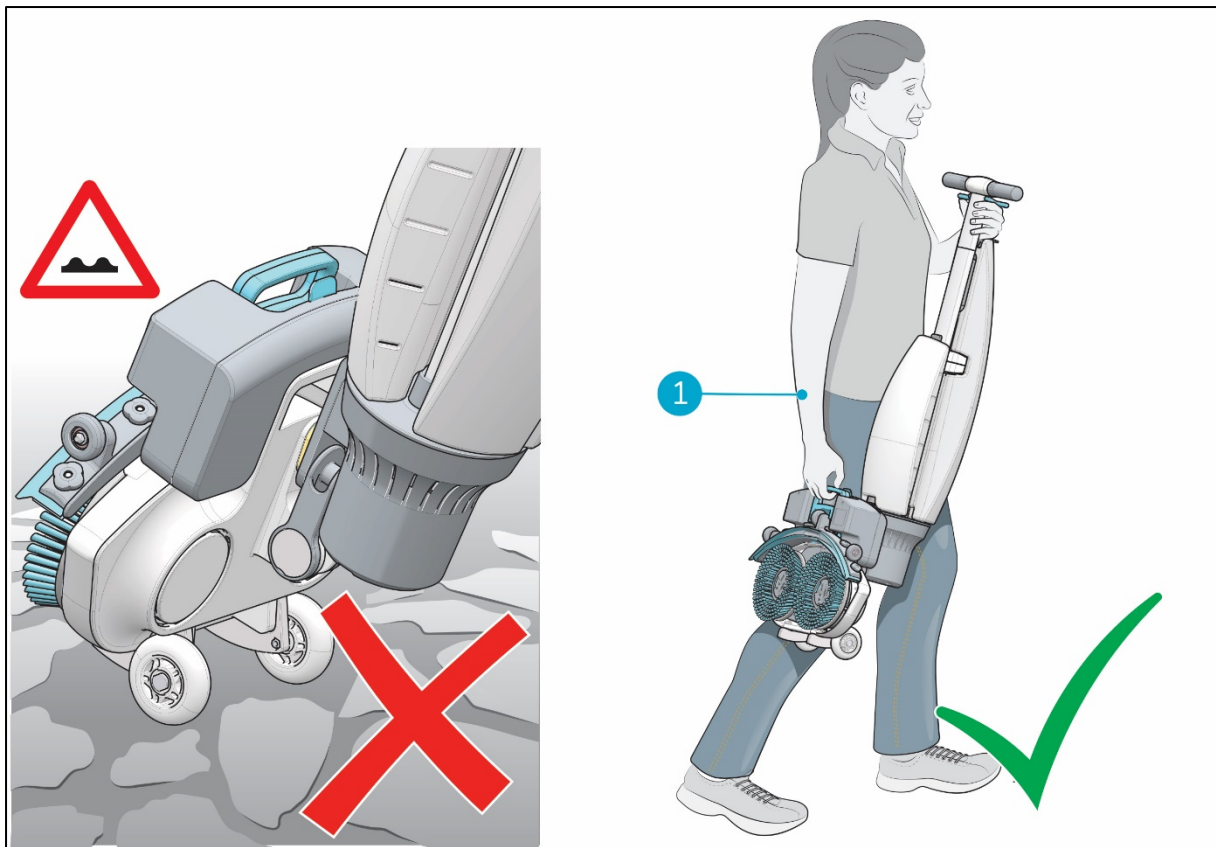

Abbildung 6
2. Tragen Sie den i-mop Lite mit einer Hand. Halten Sie dabei den Griff (Figure 6, Pos. 1) mit der anderen Hand.